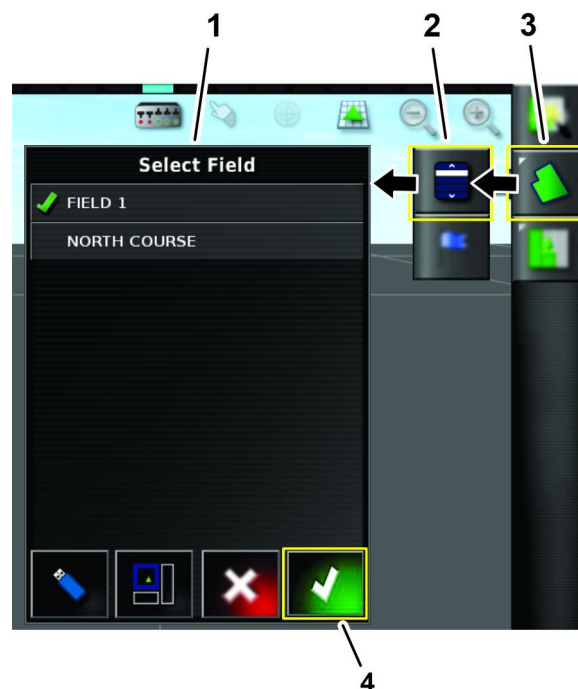

Figure 160
5. Appuyez sur l'icône MENU DES CHAMPS, sélectionnez une icône de champ dans la liste Choisir un champ et appuyez sur l'icône de confirmation (Figure 160).
6. Dans la liste Choisir un champ, appuyez sur l'icône d'un champ (Figure 160) ; voir Création d'un nouveau champ (page 21).